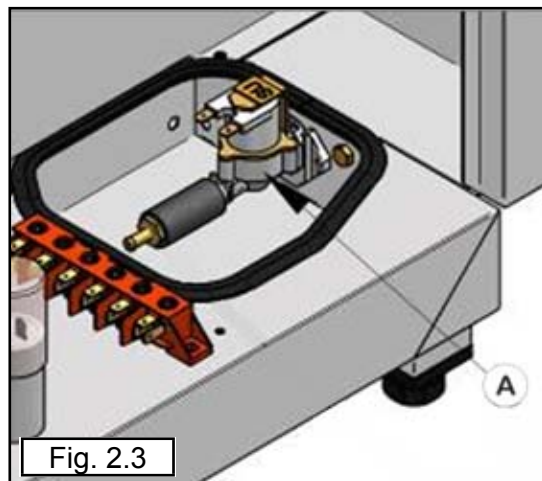

Fig. 2.3
Dans les modèles Convection + Humidification, l'électrovalve (B) alimente le système de génération de vapeur dans le mode Mixte (Fig. 2.3).